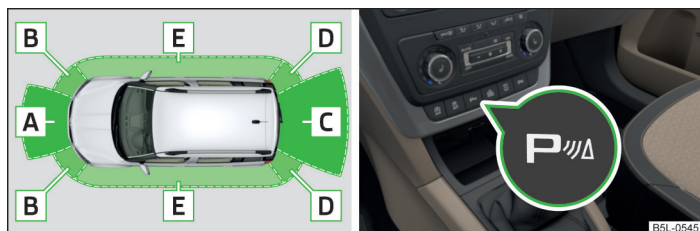

Fig. 119 Alcance de los sensores / tecla del sistema
- Si tras la activación del sistema se emite un sonido de aviso durante 3 segundos y en la proximidad del vehículo no se encuentra obstáculo alguno, existirá entonces una avería del sistema. La avería se señaliza adicionalmente mediante el parpadeo del símbolo  en la tecla » fig. 119 de la página 150. Recorra a la asistencia de un taller especializado.
Zona » fig. 119	Alcance de los sensores
En el caso de los vehículos con dispositivo de enganche para remolque montado de fábrica sólo son activas las zonas **A** y **B** » fig. 119 del sistema.
El sistema se activará automáticamente al aplicar la **marcha atrás** o pulsando la tecla de símbolo **P** » fig. 119 de la página 150. En la tecla se enciende el símbolo **P**, la activación se confirma con una breve señal acústica.